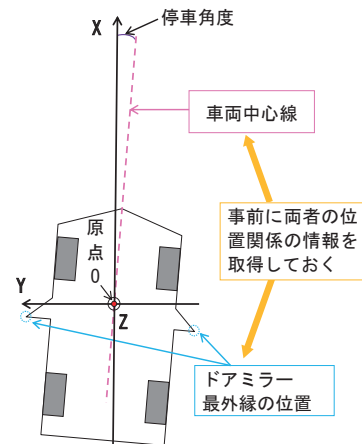

図3 停車角度の測定の概略
停車方向の測定の概略を図3に示す。図3に示すように、X軸と車両中心線とのなす角度を「停車角度」とした。LiDARによる停車角度の測定手順を次の①から⑤に示す。